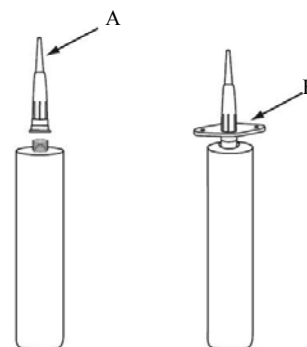

Abbildung 5
9. Die Einwegdüse, die mit dem 3M-Klebstoff geliefert wurde, auf der Kartusche anbringen. Hierzu die Düse im Uhrzeigersinn drehen, bis sie fest an der Kartusche anliegt, und mit dem mitgelieferten Kunststoffschlüssel festziehen. (Abb. 5).